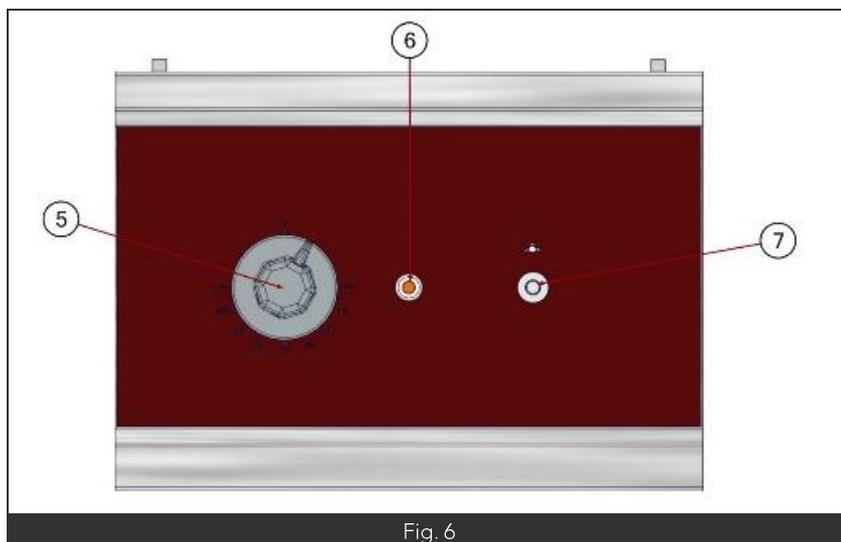

Fig. 6
- Remplir le bac à l'aide du poussoir situé sur le capot émaillé de l'appareil (Fig. 6 – Rep. 7) jusqu'à atteindre le niveau minimum (Visuel ci-contre). Si nécessaire, faire l'appoint en eau en appuyant à nouveau sur le poussoir en fonction du contenant utilisé pour la cuisson.
- Tourner le thermostat du bain-marie (Fig. 61 – Rep. 5) à la valeur désirée. Le voyant orange (Fig. 6 – Rep. 6) s'éclaire, indiquant la chauffe de l'eau. Une fois la température désirée atteinte, le voyant orange s'éteint.